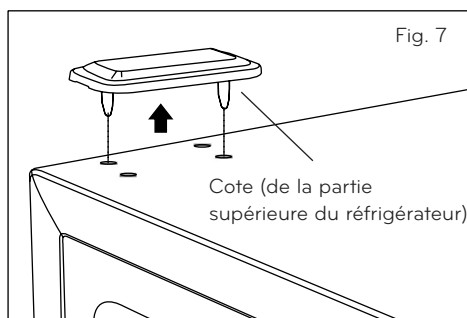

Fig. 7
- Positionnez la porte sur l'axe de la charnière inférieure (voir Fig. 7).
- Soulevez le cache qui est du cote gauche de la partie supérieure du réfrigérateur pour découvrir les orifices prévus pour les vis (voir Fig. 7).